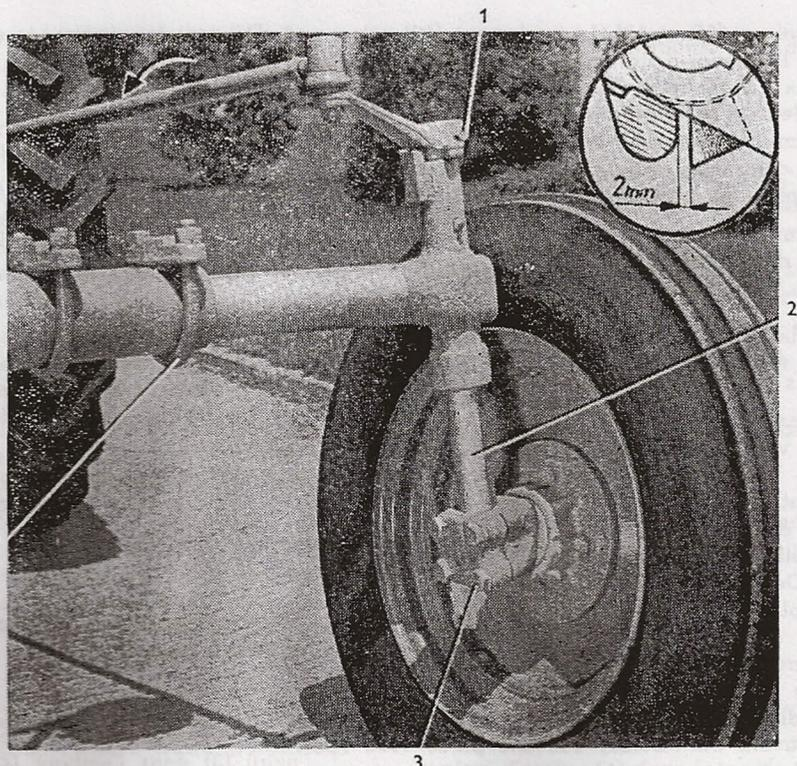
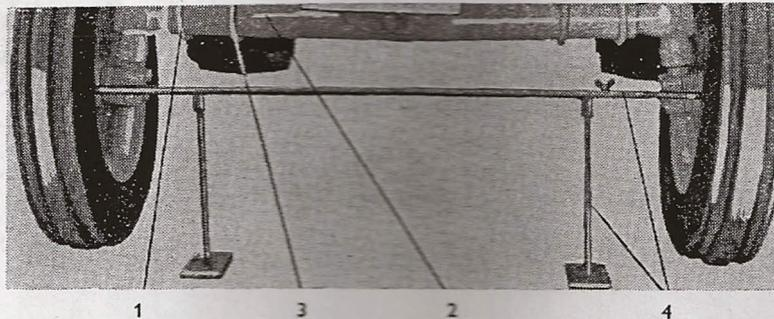

Fig. 67
Fig. 69
6. Dévisser l'écrou M 10 du boulon de serrage du levier sur fusée (fig. 67/1), retirer le boulon, déposer la clavette et expulser le pivot (fig. 67/2) de l'essieu avant en opérant vers le bas.
7. Défreiner et dévisser les quatre vis M 14×1,5×50 8 G (fig. 67/3) pour dégager la fusée de roue.
8. Dévisser les quatre écrous de sûreté des étriers (fig. 67/4) des embouts droit et gauche, chasser les étriers et retirer les embouts ainsi dégagés.
2. Déposer les étriers extérieurs (fig. 67/4) par dévissage des quatre écrous M 14×1,5 et chasser les étriers de l'essieu avant.
5. A l'aide du vérificateur spécial (tige de réglage et deux pieds — fig. 69) ajuster le pincement à la valeur prescrite de 6 ± 4 mm. Pour ce faire, agir, sur les bielles de direction (fig. 67) qu'il faut dévisser ou revisser sur les deux côtés d'un même nombre de tours (de 2 à 3 tours par exemple).
6. Vérifier les contacts des butées. (En cas de tracteurs munis d'embouts à suspension élastique, les butées se trouvent dans les leviers sur fusée et le contact est donné par la construction). Effectuer la vérification en braquant les roues au maximum jusqu'à ce que les butées de la roue intérieure au braquage viennent s'appuyer l'une sur l'autre. Dans cette position, le jeu entre les butées de la roue extérieure doit être de 2 mm (fig. 67).
Avis: En cas d'un contact correct de la butée et en désaccouplant le bras de direction, il faut que le volant de direction tourne encore de 30° avant de parvenir à sa position extrême maximum. En tournant la bielle de direction (fig. 67) vers le carter moteur on serre la direction, c'est à dire le pincement s'agrandit.